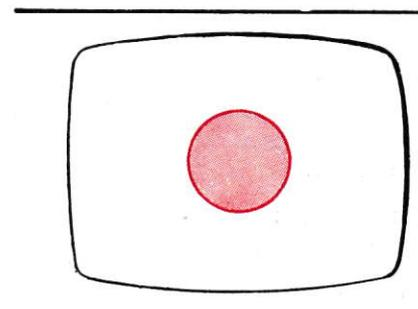

Fig. 11
- Amener la tache rouge au centre de l'écran (fig. 11) en agissant sur les anneaux de pureté.